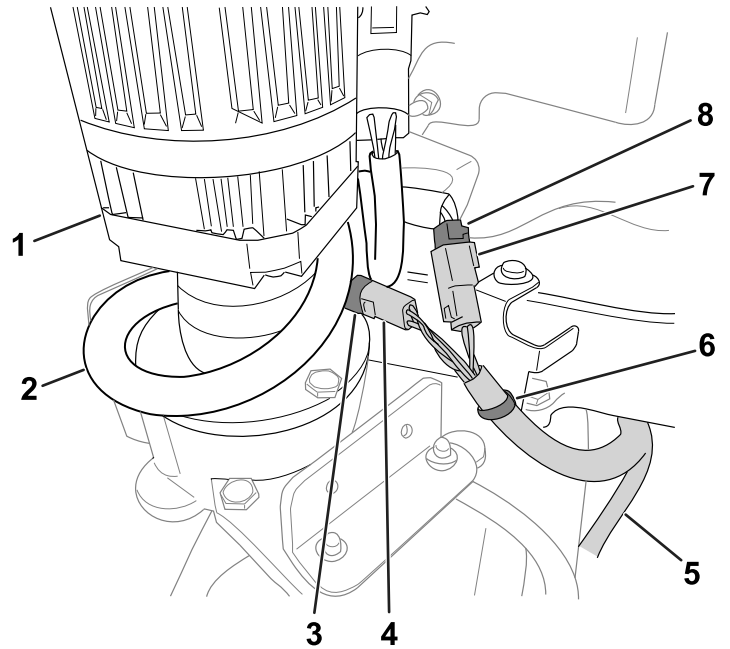

Figure 6
4. Dirigez les autres connecteurs du faisceau du kit vers le moteur de direction (Figure 6)
5. Insérez le clip enfichable du faisceau du kit dans le support, comme montré à la Figure 6.
6. Branchez les connecteurs du faisceau du kit sur les connecteurs du faisceau de la machine (Figure 6) :
8. Enroulez l'excédent du faisceau de la machine autour du moteur de direction, comme montré à la Figure 6.